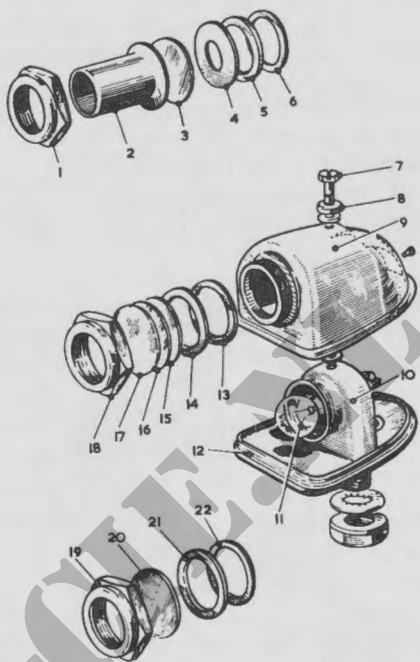

Fig. 26. Konvooi-, zij- en achterlampen
**167. Zijlampen (fig 26)**
**168. Achterlampen (fig 26)**
**169. Convooilamp (fig 26)**